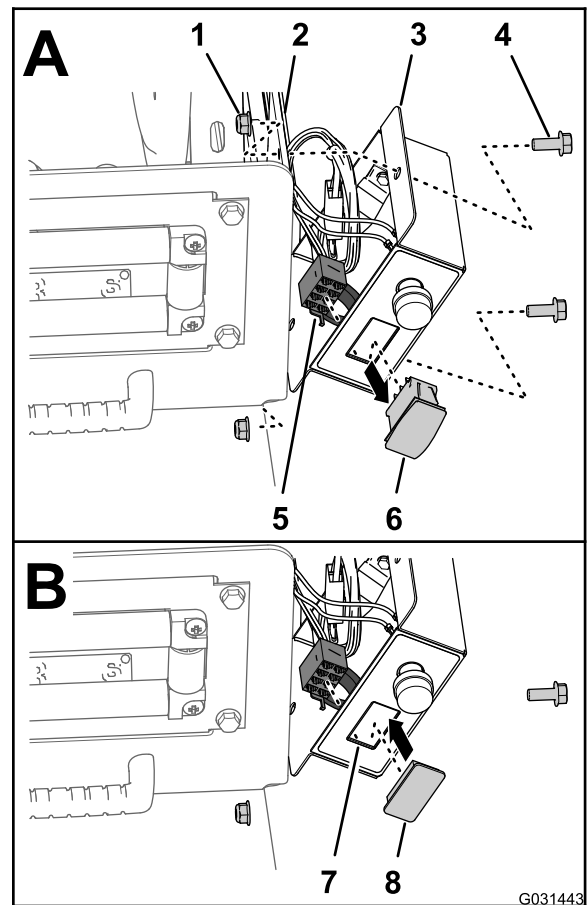

Figure 7
1. Retirez les 2 boulons (5/16" x 3/4") et les 2 contre-écrous (5/16") qui fixent le boîtier de commande à la plaque de montage du dévidoir (Figure 7).
2. Débranchez le connecteur à 8 douilles du faisceau du boîtier de commande sur l'INTERRUPTEUR DE COMMANDE DE PRESSION (Figure 7).
3. Acheminez le connecteur à 8 douilles dans le boîtier de commande (Figure 7).
4. Pincez les languettes de verrouillage de l'interrupteur de COMMANDE DE PRESSION et poussez celui-ci hors du boîtier de commande (Figure 7).
5. Placez le cache d'interrupteur en face de l'ouverture dans le boîtier de commande qui était occupée par l'interrupteur que vous venez de retirer (Figure 7).
6. Insérez le cache dans le boîtier de commande jusqu'à ce qu'il s'enclenche solidement dans le couvercle (Figure 7).
7. Placez le boîtier de commande devant la plaque de montage du dévidoir (Figure 7) et fixez le boîtier sur la plaque à l'aide des 2 boulons (5/16 x 3/4") et des 2 contre-écrous (5/16").